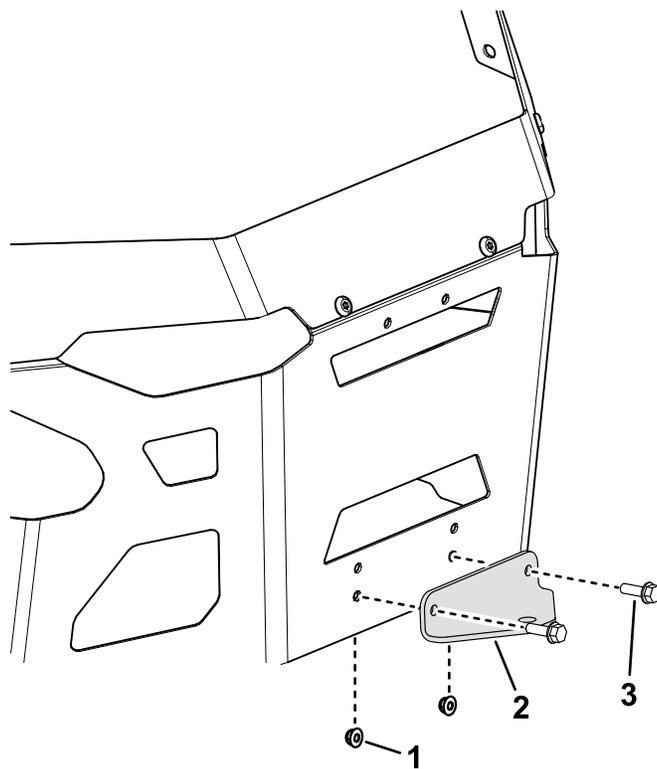

Рисунок 6
2. Снимите 2 имеющихся болта, 2 гайки и кронштейн сцепки с нижней части защитного ограждения (Рисунок 6).